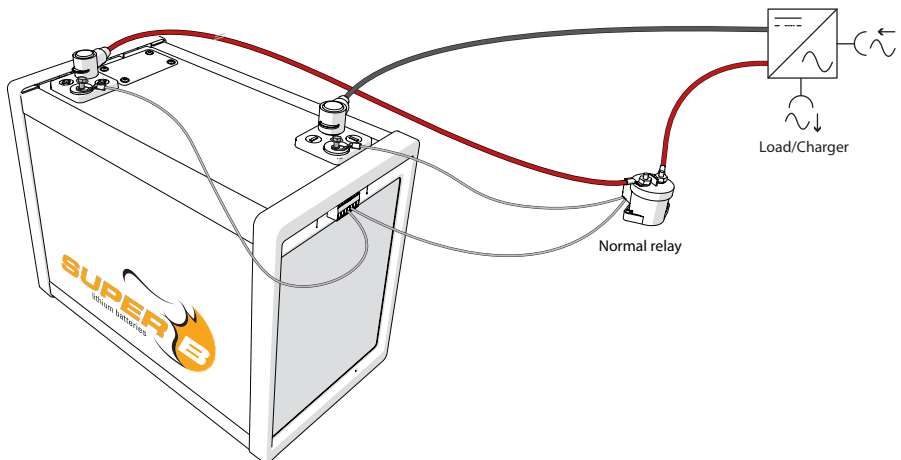

Figure 6. Schließen Sie ein normales Relais als externe Abschaltvorrichtung an.
1. Wenn Sie ein normales Relais verwenden, schließen Sie es an Con 2 (I/O-Anschluss 7), Pin 4 (Rc) und Pin 5 (Rnc) an, wie in Abbildung 6 gezeigt.